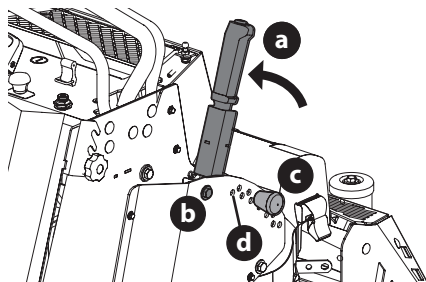

Fig. 1
2. Use la manija de elevación de la plataforma (a) para elevar la plataforma a la posición de bloqueo de transporte (b) (posición de ajuste más alta) e inserte el pasador de horquilla (c) en la posición de corte más alta (d) para afirmar la manija de elevación de la plataforma en su lugar (Fig. 1).